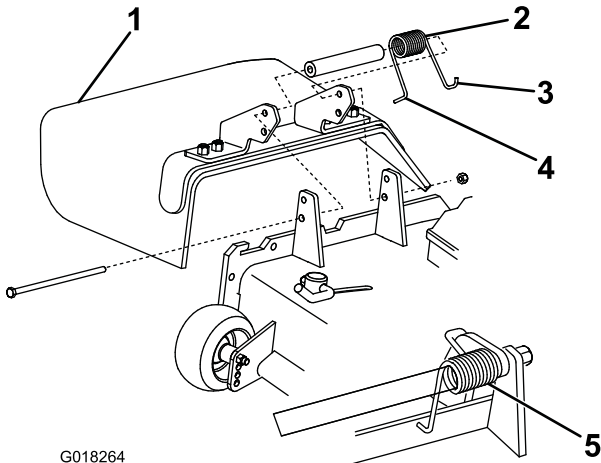

Figura 2
3. Coloque a extremidade direita em gancho J da mola à volta do deflector de relva (Figura 2).